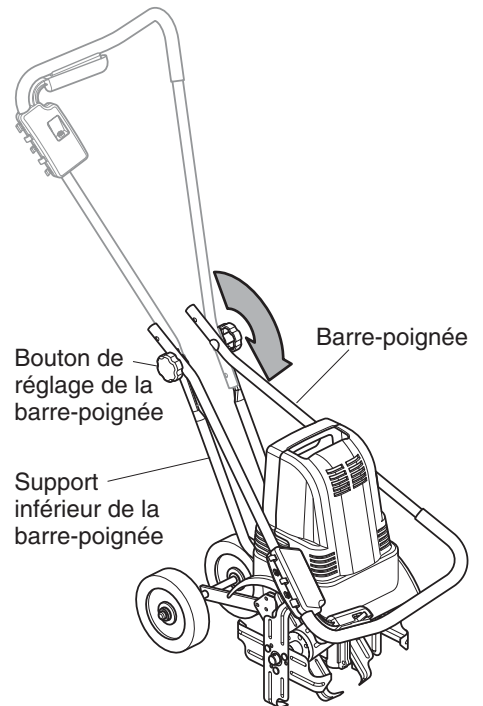

Figure 4 - Pliage de la barre-poignée vers le bas
1. Desserrer les boutons de réglage de la barre-poignée. Faire pivoter la barre-poignée en avant et vers le bas par dessus le capot du cultivateur (voir la figure 4). Ne pas forcer sur la barre-poignée. Si le pliage est difficile, continuer à desserrer les boutons. Faire attention à ne pas pincer le cordon d'alimentation électrique entre la barre-poignée et le support inférieur de cette dernière.